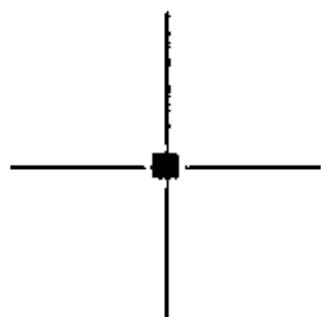

图 5-81 确定起点
- 1) 在完成设置以后, 将光标移动到合适的位置, 然后单击鼠标左键即可确定圆弧的起始位置, 如图 5-81 所示。